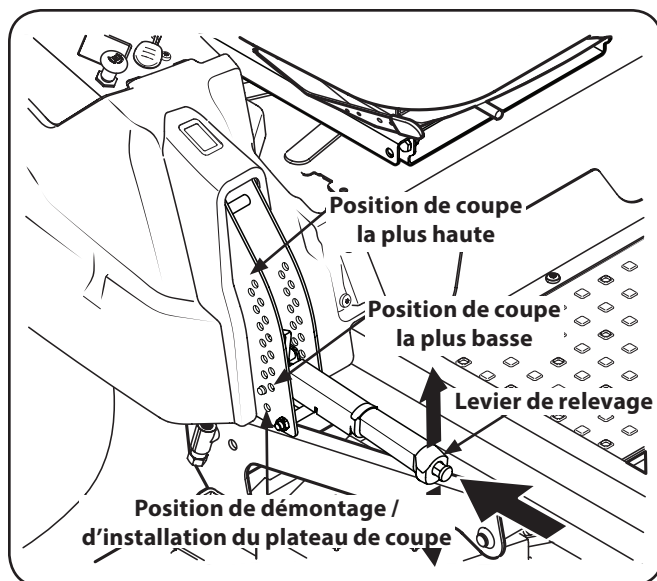

Figure 7-3
1. Utilisez le levier de relevage du plateau de coupe pour relever le plateau à la position qui placera la courroie à la position la plus horizontale entre les poulies de tension et la poulie de la prise de force sous le moteur. Voir Figure 7-3.
5. À l'aide du levier de relevage, abaissez le plateau de coupe à la position la plus basse. Voir Figure 7-3.